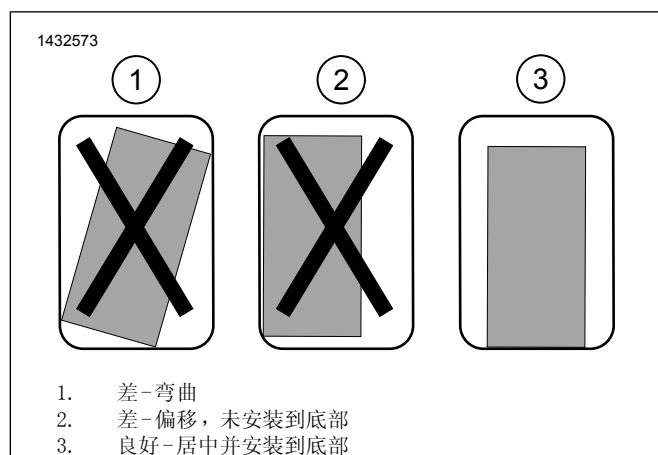

图11。安装架安装
a. 参见图 11。测试安装架是否合适。安装必须笔直、居中且尽可能靠近边箱的底部。
c. 参见图 11。测试最终位置是否合适，确保安装必须笔直、居中且尽可能靠近边箱的底部。